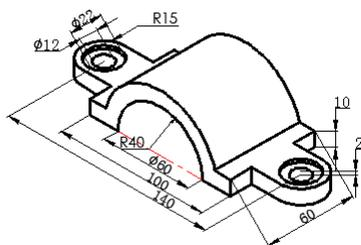

图 12.2.23 编辑标注
(1) 将俯轴测面中尺寸线与 Y 轴平行的尺寸的倾斜角度设置为 30。在命令行中输入编辑标注文字命令 DIMEDIT，并按 Enter 键；在命令行中输入字母 O（即选择 **倾斜(O)** 选项）并按 Enter 键；选取在顶轴测面上的尺寸“140、100、Φ60”为编辑对象并按 Enter 键；在命令行中输入倾斜角度值 30 后按 Enter 键结束命令。结果如图 12.2.23 所示。